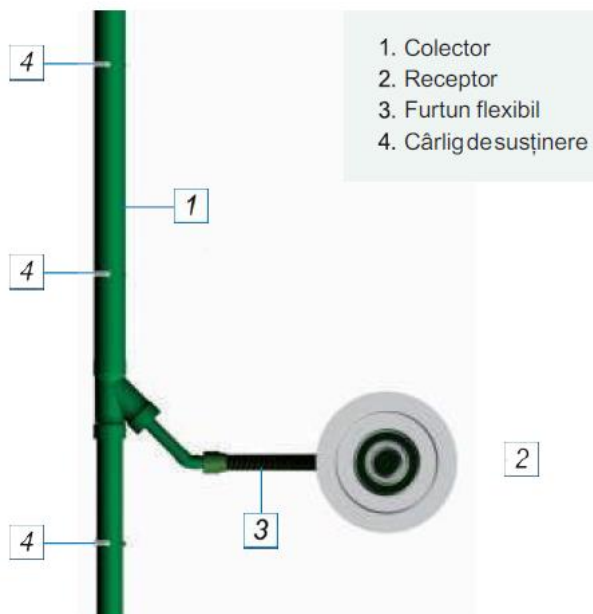

Figura 6.5 Vedere de sus a metodei 1
- Metoda de racord 1 se recomandă ca prima opțiune (vezi figura 6.5 , 6.6 pagina 37). Poziția colectorului se află , în plan orizontal , la o distanță de aprox. 1,00m față de linia pe care sunt amplasați receptorii. Aceasta se poate micșora dacă se utilizează metoda 4
Receptorii sunt conectați la colector printr-o ramificație la 45°. Ramificația are același diametru ca și conducta și respectă direcția de curgere. Ramificația are același diametru la toate trei capetele. Dacă este vreo schimbare de secțiune se utilizează reduții excentrice. Aceste reduții se folosesc atât pentru conexiunea conductelor de la receptori, cât și pentru conexiunea tronsoanelor din aval de ramificație în direcția de curgere. (vezi figura 6.5 și 6.6).